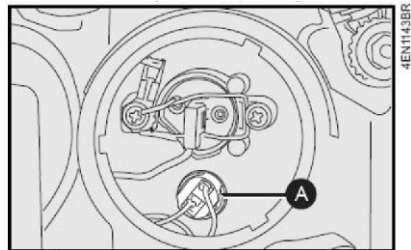

fig. 21
2) tirar del porta bombillo **A-fig. 21** para quitarlo de su alojamiento;